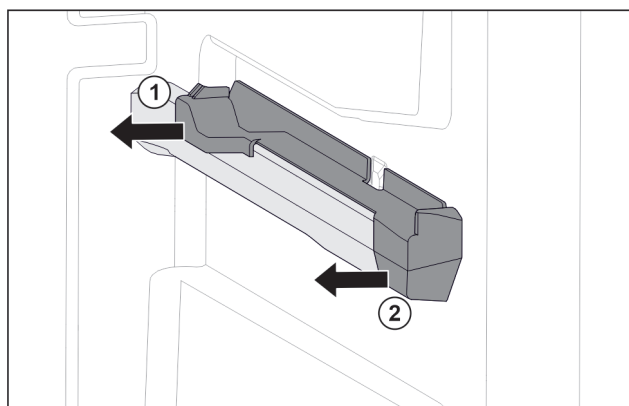

Fig. 219 Nasazovací díl na pravém žebrování na nádoby
- ▶ Stáhněte nasazovací díl vzadu na stranu. Fig. 219 (1)
- ▶ Stáhněte nasazovací díl vpředu na stranu. Fig. 219 (2)